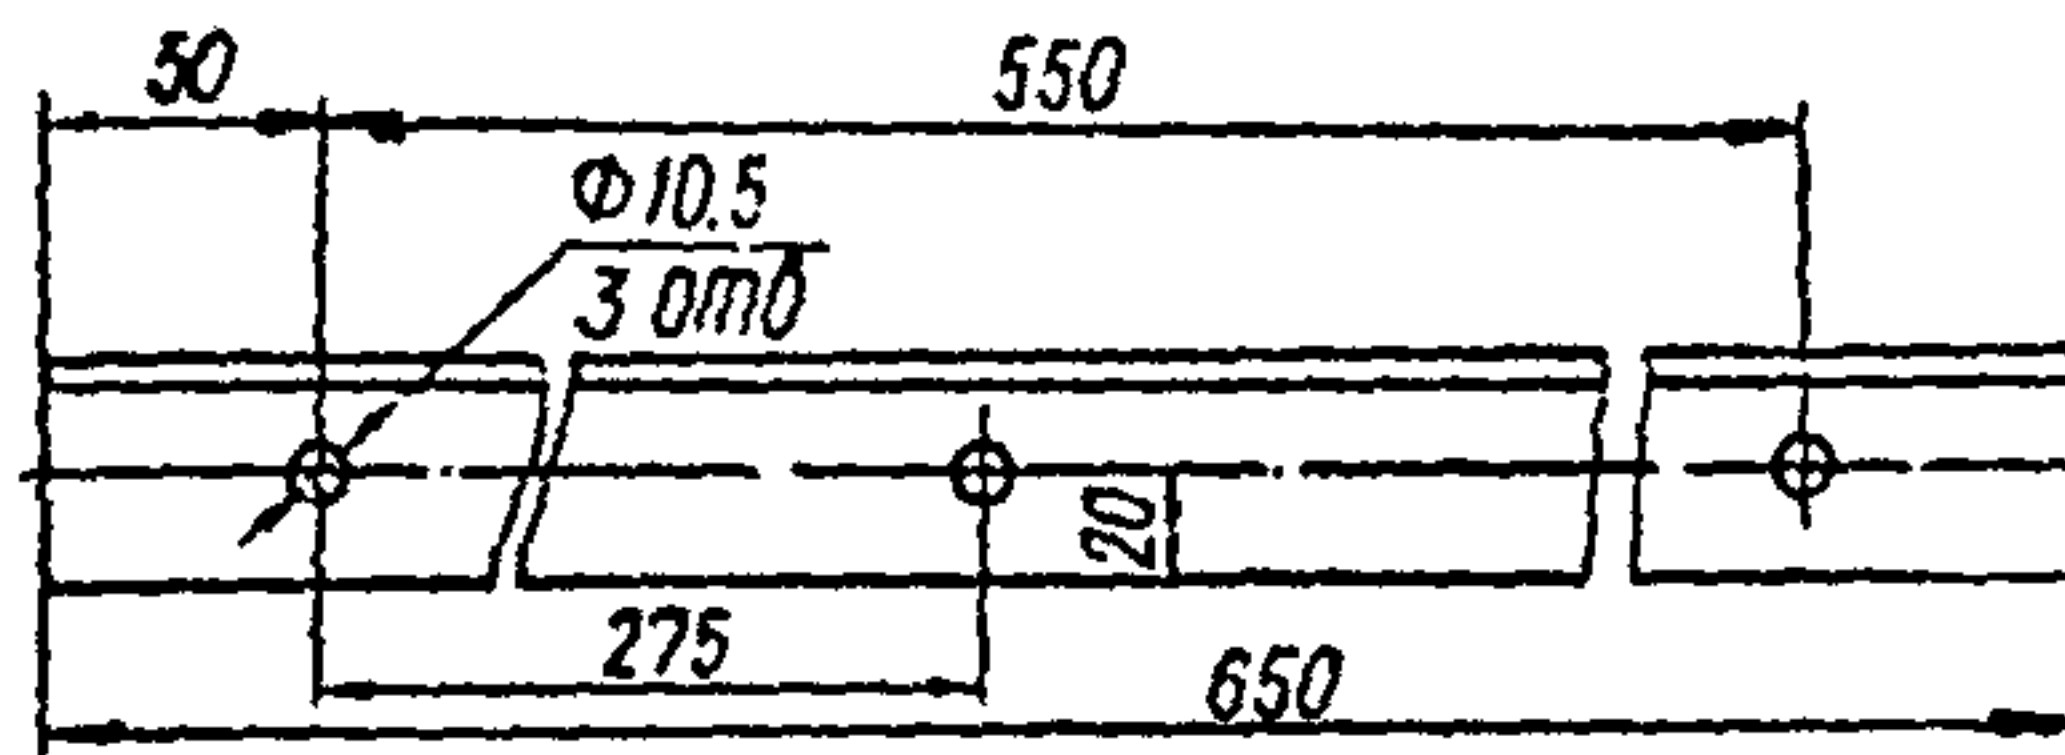

Рис. 5.46. Угольник усилителя
- 1) изготовить дополнительно два усилителя (рис.5.46, 5.47);